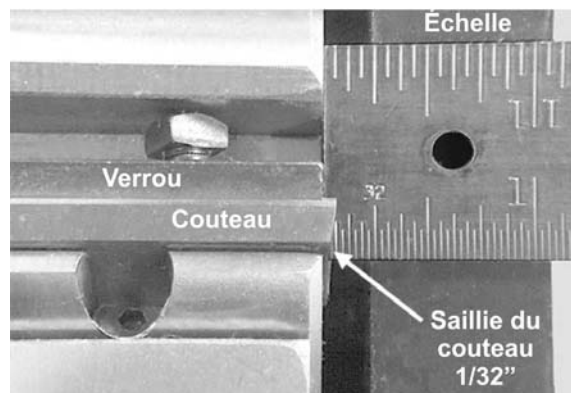

Figure 37 (tête de la découpeuse droite)
**IMPORTANT :** Pour positionner les couteaux pour des travaux de refeuillement, utilisez une équerre vendue dans le commerce portant des graduations 1/32" et placez-la contre l'extrémité de la tête de la découpeuse. Faites coulisser le couteau pour le sortir jusqu'à ce qu'il atteigne la marque 1/32"; en d'autres termes, le couteau doit se trouver à 1/32" au-delà de l'extrémité de la tête de la découpeuse. Le verrou doit rester dans sa position normale, même avec l'extrémité de la tête de la découpeuse. Voir la Figure 37. Ce réglage permet d'assurer que le couteau dégage l'extrémité du verrou et de la tête de la découpeuse et touche bien la pièce de travail. (Voir la section "Fonctionnement" pour des informations supplémentaires sur les procédures de refeuillement.)